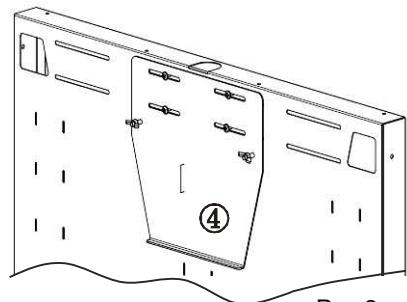

Рис.3
Закрепить кронштейн (4) через горизонтальные отверстия, рис.2, на стену дюбелями 8x50 и саморезами 4,8x50, или на заднюю стенку стола винтами М 5x10, шайбами 5, гайками М 5, рис.3.